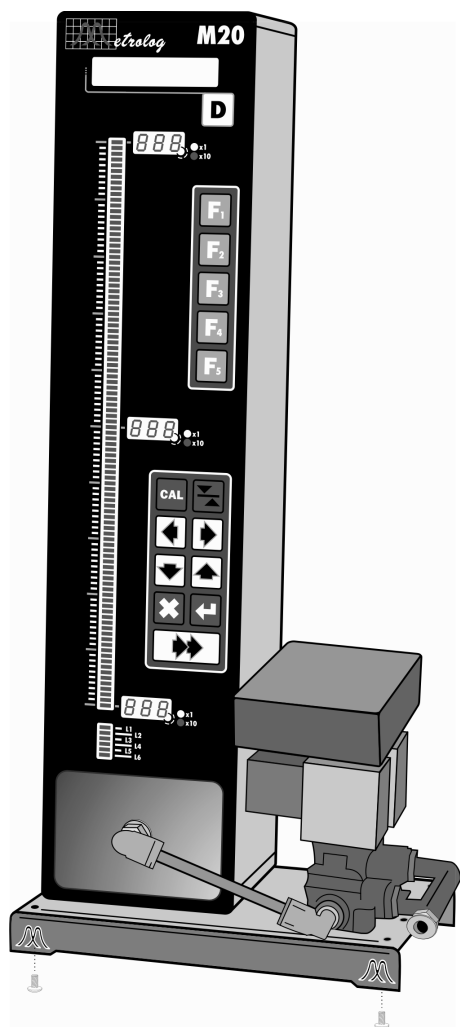

Figura 1 - Fixação da base do equipamento
- Se possível fixe o equipamento sobre a bancada de medição (utilize os furos disponíveis em sua base, conforme indicado na **Figura 1**).